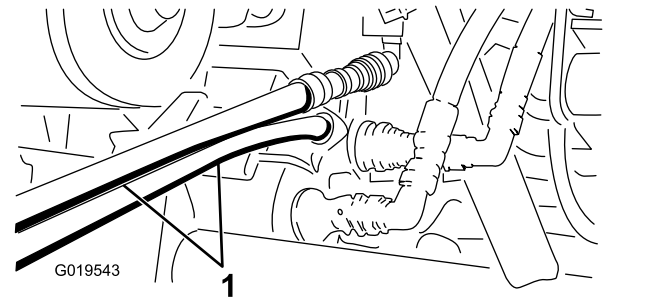

Bild 85
5. Schließen Sie an der anderen Maschine die zwei Schläuche an der Kupplung an, die sich noch in der Kupplungshalterung befindet (schließen Sie den oberen Schlauch an die obere Kupplung und den unteren Schlauch an der unteren Kupplung an) (Bild 85).